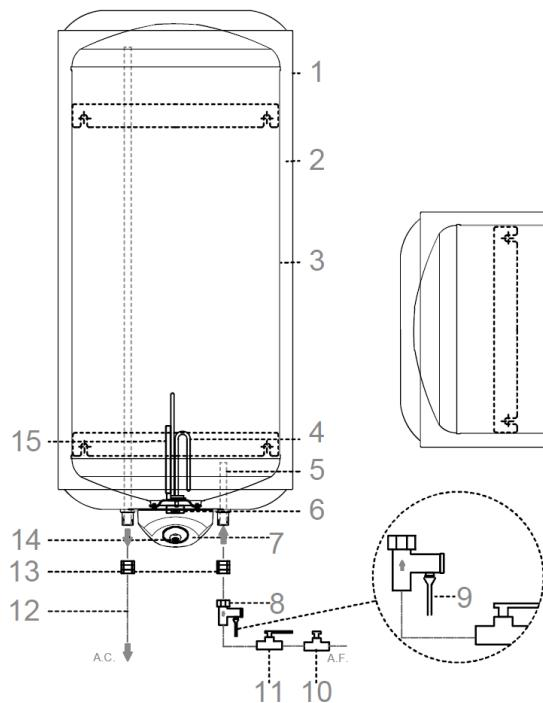

Fig. 7 Instalación vertical
Para facilitar, en su día, la revisión y limpieza interna, debe quedar un espacio libre de al menos 25 cm entre la tapa de protección (pos.7 en fig. 7 y 8, pág. 7) del termo y cualquier obstáculo fijo.
Al instalar las tuberías de agua siga las reglas básicas para la prevención de la corrosión: "No emplee cobre antes de hierro o acero, en el sentido de la circulación del agua". Para evitar pares galvánicos y su efecto destructor, rosque en los dos tubos del termo, (tal como se ve en los dibujos de la figs. 7, 8 pág. 7) y empleando cinta de teflón, los manguitos aislantes (pos. 13) suministrados con el termo.
Rosque al tubo de entrada de agua fría (azul) del termo, el grupo de seguridad hidráulica con dispositivo de vaciado (figs. 7, 8 pág. 7) suministrado con el termo. Instale en el tubo de alimentación de agua fría una llave de corte, tal como se ve en los dibujos (figs. 7, 8 y 9, pág. 7).
Conecte la tubería de distribución de agua caliente al manguito aislante del tubo de salida de agua caliente (rojo) del termo. El grupo o la válvula de seguridad hidráulica, suministrado con el termo, contiene una válvula de retención y de sobrepresión. Esta última abre como máximo a 6 bar. **Si la presión en la instalación de agua supera los 5 bar, instale un reductor de presión (pos. 10 en figs. 7 y 8 pag. 7), como indica la normativa.**
El uso generalizado de válvulas antirretorno en las acometidas de la red de agua sanitaria, ocasiona un fuerte aumento de presión por efecto del proceso de calentamiento; en estos casos se hace imprescindible conducir el desagüe de la válvula de seguridad a un tubo de evacuación provisto de sifón (figs. 7, 8, pág. 7); este tubo debe de salir al aire libre y debe de instalarse en declive continuo hacia abajo.
Conecte el termo enchufando su clavija. La lámpara piloto (pos. 14, figs. 7 y 8 pág. 7) encendida indica que se está calentando el agua; apagada indica que todo el agua caliente está a la temperatura seleccionada en el termostato de regulación del termo (pos. 6, figs. 7 y 8, pág. 7).
Es imprescindible que el Servicio de Asistencia Técnica (SAT) revise anualmente su termo para eliminar la cal depositada en el elemento calefactor (pos. 4, figs. 7 y 8, pág. 7) y comprobar el estado del ánodo de magnesio (pos. 15, figs. 7 y 8, pág. 7). Si el agua en su zona es muy dura o corrosiva debe solicitar revisiones más frecuentes.